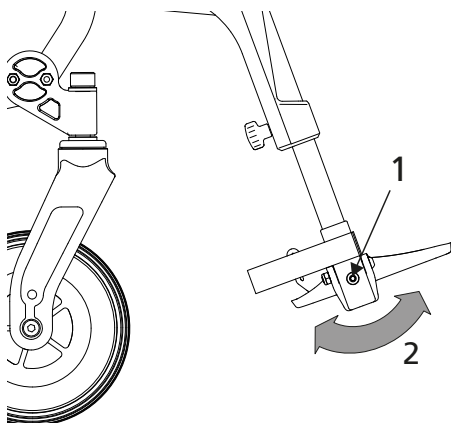

fig.21
1. skruen (1, fig. 21) et par omgange. Nu kan fodpladens vinkel justeres (2, fig. 21).
2. Til sidst fastspændes skruen (1) igen.